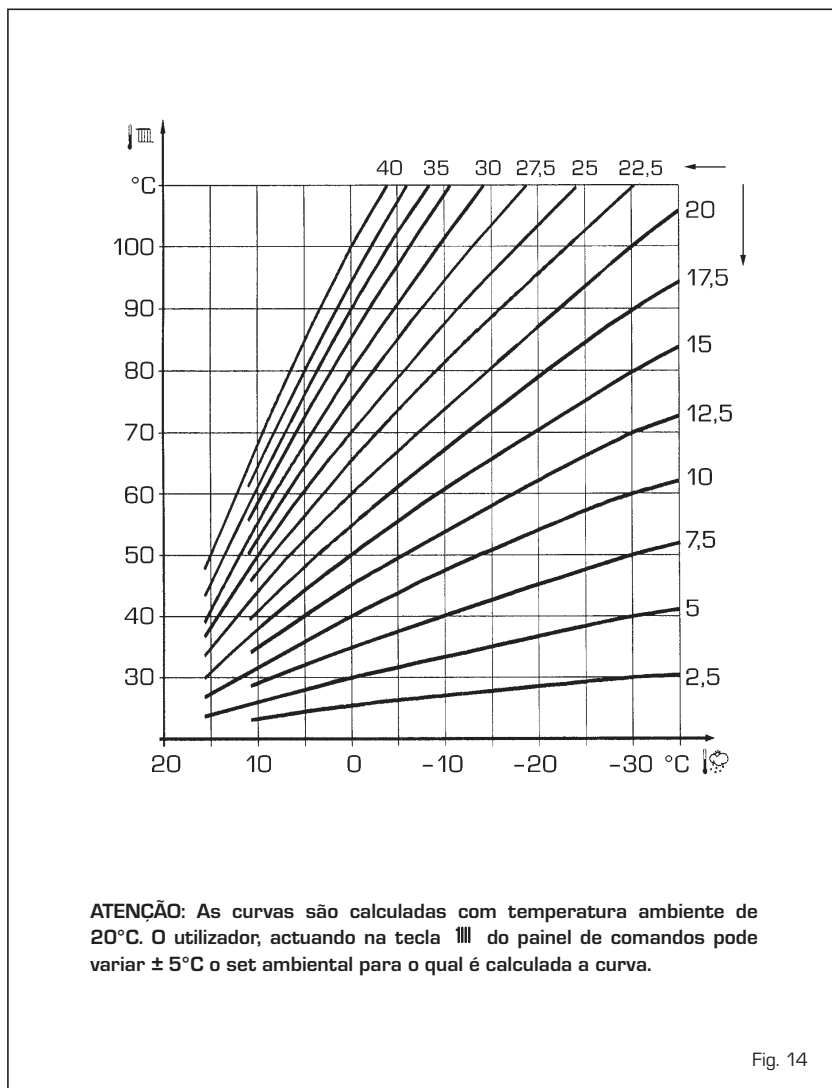

Fig. 14
3.4 SONDA EXTERIOR LIGADA (fig. 14)
Em caso de presença de sonda exterior os SET de aquecimento são determinados pelas curvas climáticas (PAR 12) em função da temperatura exterior e limitados pelos valor de range descritos no ponto 3.2 (parâmetros PAR 13 e parâmetros PAR 14). A curva climática a introduzir pode ser seleccionada de um valor entre 3 e 40 (com passos de 1). Aumentando inclinação representada pelas curvas da fig. 14 aumenta-se a temperatura de ida do circuito em correspondência com a temperatura exterior.